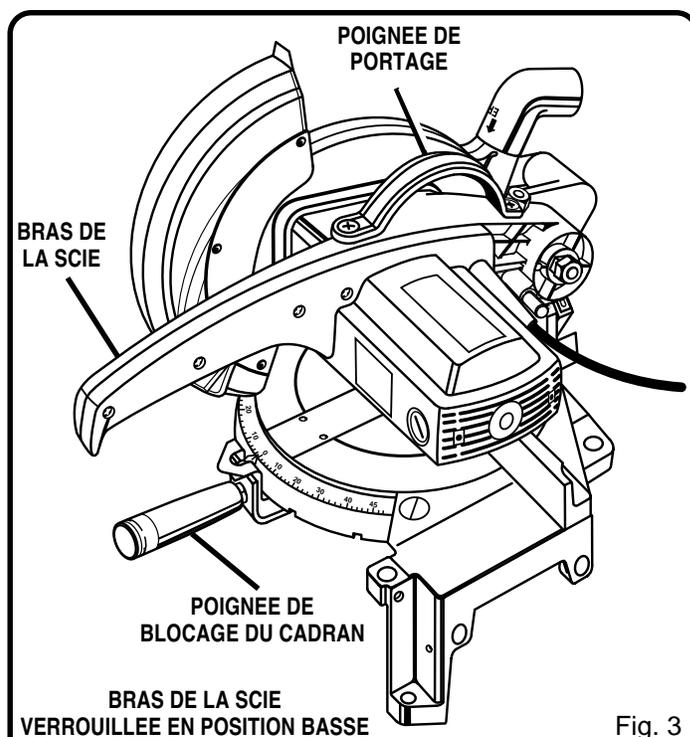

Fig. 3
- Pour l'expédition, le ras de la scie a été bloqué en position basse. Pour relâcher le bras, poussez le vers le bas et enlevez l'ergot de blocage. Voir la Figure 3.
Voir la Figure 3.
Votre scie circulaire dispose d'une poignée située sur le sommet du bras de la scie (voir la Figure 3), destinée à faciliter le transport de votre appareil. Pour transporter votre scie, éteignez et débranchez la, puis baissez l'arbre et bloquez le en position basse. Bloquez le bras en appuyant sur l'ergot de blocage.